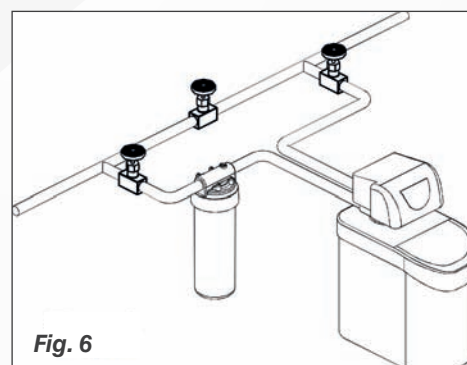

Fig. 6
4. Instalar el juego de llaves de by-pass. Así se asegura de mantener el suministro de agua en caso de avería o mantenimiento. (Fig. 6)